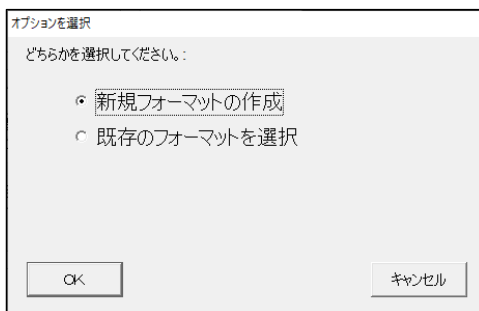

図7: 上記オプションのいずれかを選択
7. [新規フォーマットの作成] または [既存のフォーマットを選択] を選択し、[OK]をクリックします（図7）。